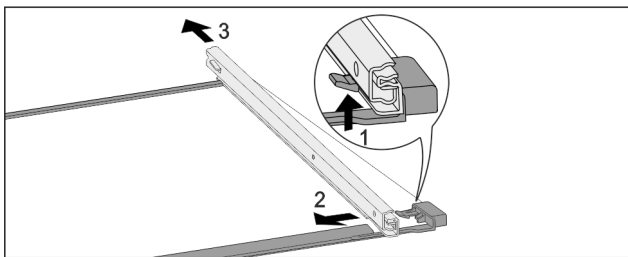

Fig. 180 Staklena ploča s vodilicama
- ▶ Prednji uskočnik pritisnite prema gore. Fig. 180 (1)
- ▶ Izvlačnu vodilicu povucite u stranu Fig. 180 (2) i prema natrag Fig. 180 (3).